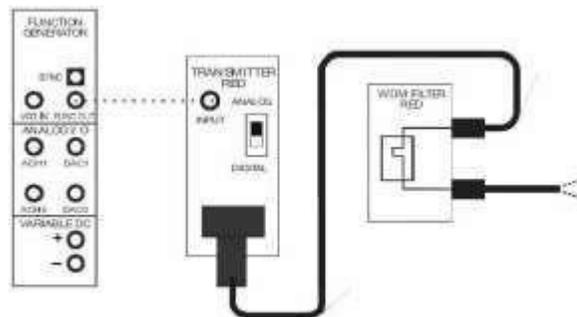

Figura 1.
4. Conectar un puente óptico al otro conector del filtro rojo WDM (Figura 1).